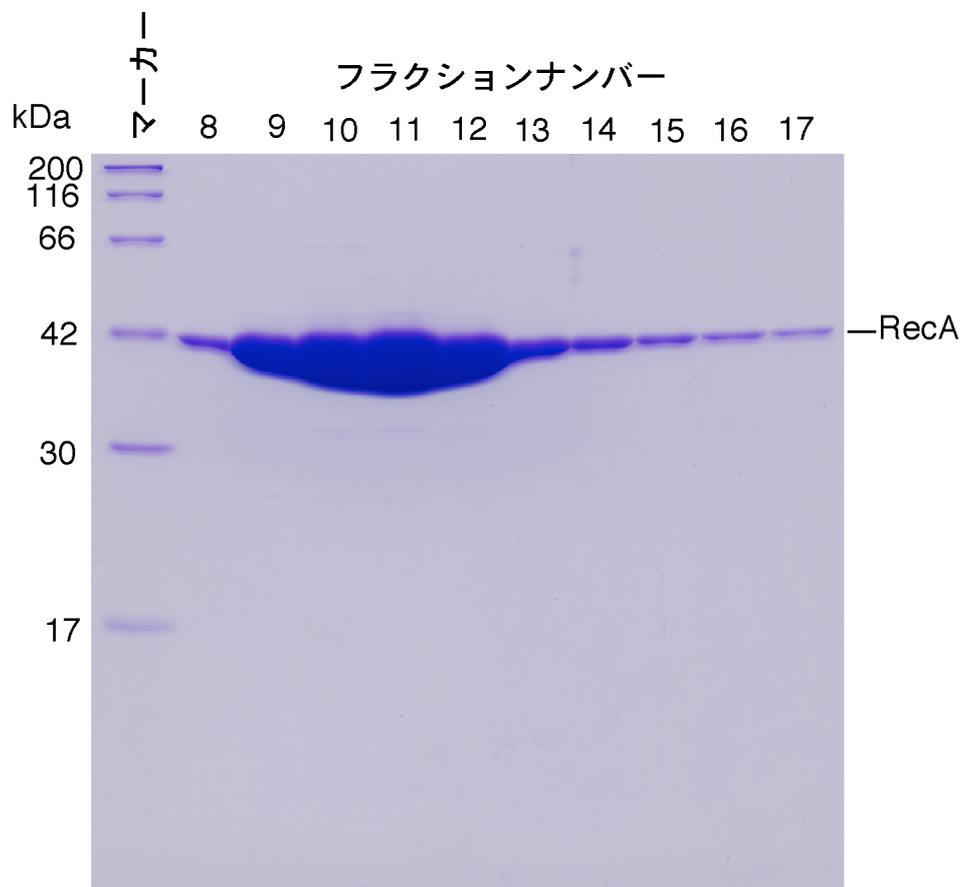

図 2 : 15% SDS-PAGEによるRecAタンパク質の確認
- 5) タンパク質の溶出画分を SDS-PAGE し、RecA タンパク質を確認する (図 2)。